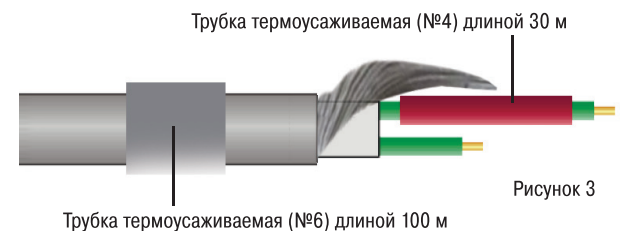

Рисунок 3
- На один конец нагревательного кабеля надеть термоусаживаемую трубку №6 (рис. 3); на другой конец – термоусаживаемую трубку №8 и термоусаживаемую трубку №7 (рис. 3а).
Рисунок 3а
- На изолированные токопроводящие жилы обоих концов нагревательных кабелей длиной 45 мм надеть термоусаживаемые трубки №4 и сдвинуть их к оболочкам нагревательных кабелей (рис. 3, 3а).